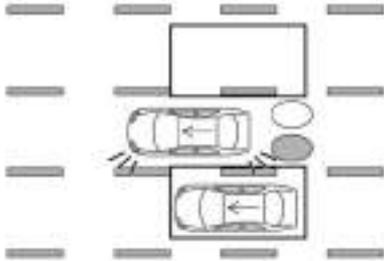

Figura 2 Avvicinandosi da dietro
**Figura 2:** Se il conducente attiva l'indicatore di direzione mentre un altro veicolo si trova nell'area di rilevamento, il sistema emette (due) segnali acustici e la spia luminosa laterale lampeggia.